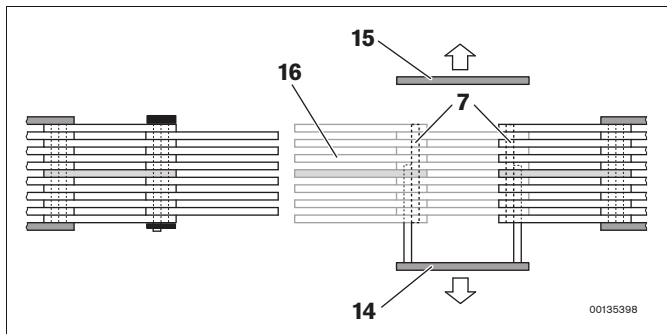

Abb. 12: Kürzen: Einzelteile entfernen
3. **Kürzen:** Entfernen Sie die Schweißlasche (14), beide Wiegezapfen (7), die Einzellasche (15) und das Teilstück der Zahnkette (16) (siehe Abb. 12).